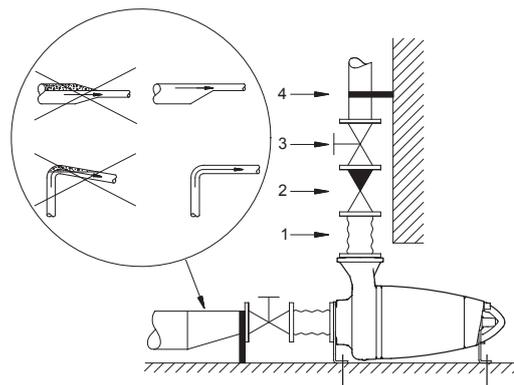

Рис. 6 Сухая установка на опорах в горизонтальном положении
- Трубопровод должен быть на опорах, чтобы на него не передавалось напряжение или иные механические воздействия. Рекомендуется использовать вибровставки и хомуты для подвешивания труб. См. рис. 6.